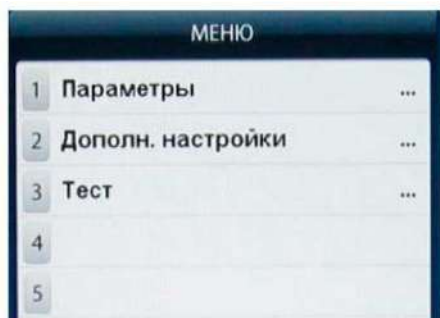
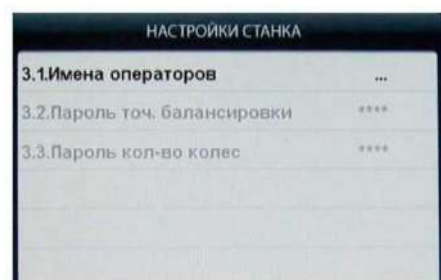
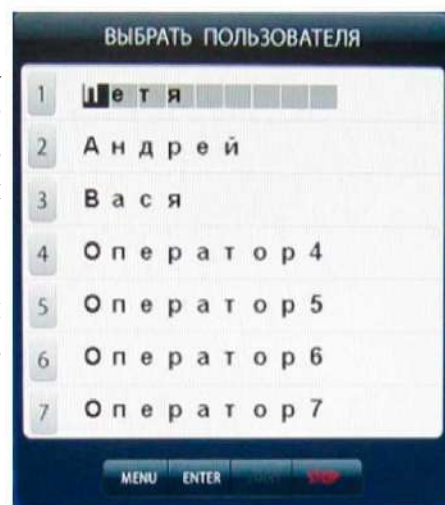

рис.16.1
рис.16.2
рис.16.3
16.2.1. Нажмите кнопку «MENU». На экране появится окно MENU (рис.15.1), нажмите кнопку 7 «Далее» на экране появится окно второй страницы MENU (рис.16.1). Выберите «Дополн. настройки», нажав кнопку 2, на экране откроется окно «Настройки станка» (рис.16.2). Нажмите кнопку 1 «Имена операторов» на экране откроется окно «Выбрать пользователя» со списком операторов, (рис.16.3).
16.3.1. Нажмите кнопку «MENU». На экране появится окно MENU, нажмите кнопку 1 «Выбрать пользователя» на экране появится окно «Выбрать пользователя» со списком задействованных операторов (рис.16.3).